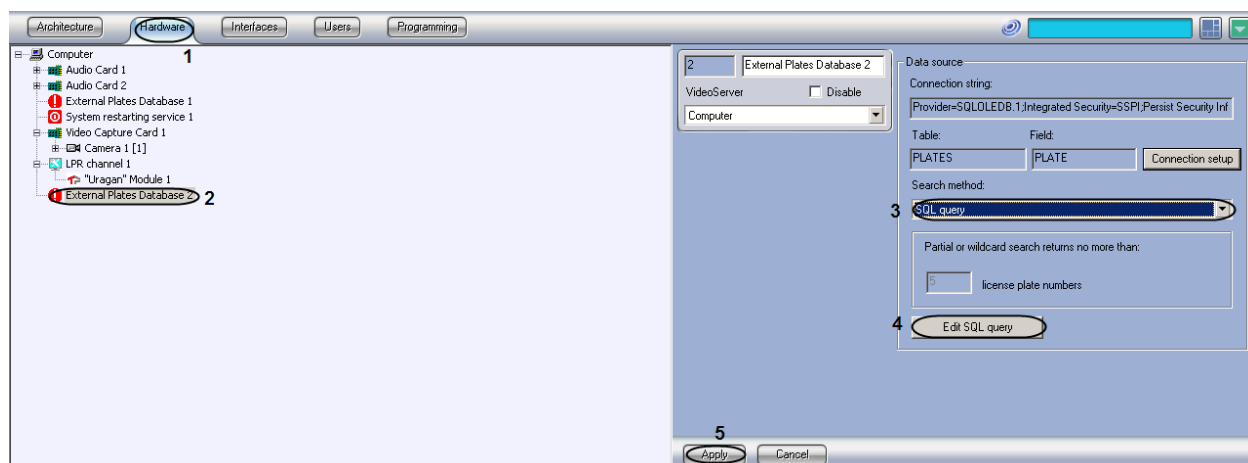

Fig. 7.6—12 Selecting the SQL-query set up
2. Select the «External Plates Database» in the objects tree (Fig. 7.6—12, 2).
3. Select the "SQL-query" value from the «Search method» list (Fig. 7.6—12, 3).